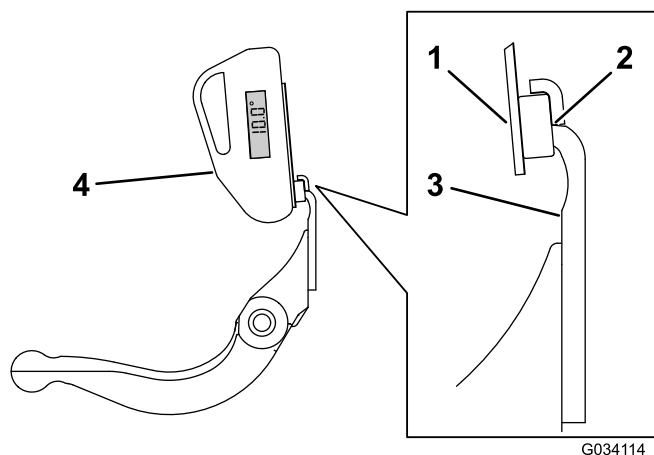

Figura 28
3. Coloque a montagem do indicador de ângulo na extremidade da lâmina de corte para que a extremidade do íman fique alinhada com a extremidade da lâmina de corte (Figura 28).
4. Coloque o indicador de ângulo na montagem, como se mostra na Figura 28.